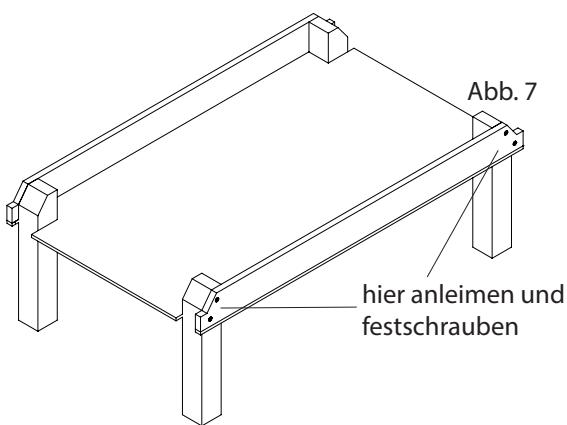

Abb.7
7. Das 2. Seitenteil und die übrigen 2 Füße des Kickers auf der gegenüberliegenden Seite anleimen und festschrauben (siehe Abb. 7)
8. Die beiden Torleisten (3) mit den Aussparungen für die Tore wie in der Abbildung 7 ersichtlich einleimen und festschrauben.